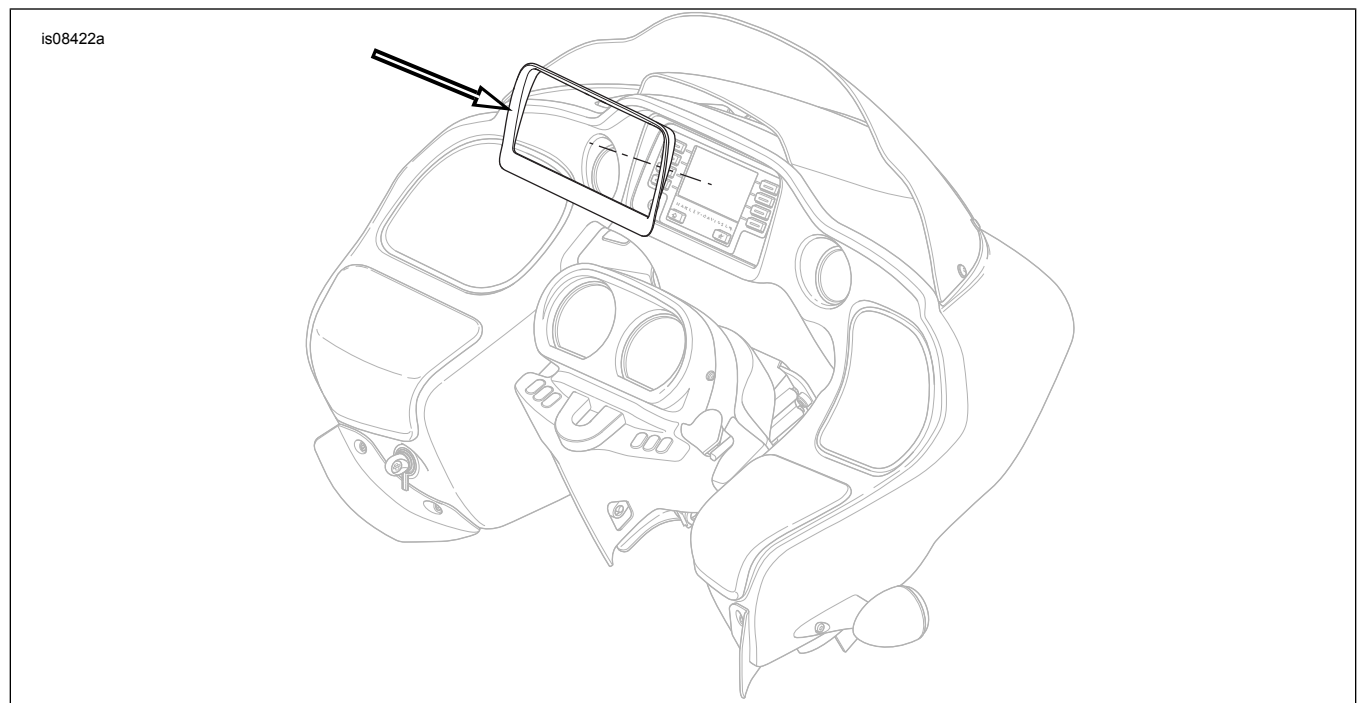

Figura 1. Bisel de la radio
Vea la Figura 1.
2. Vea la Figura 1. Con el respaldo adhesivo aún en su lugar, pruebe el ajuste del bisel de la radio en la ubicación de montaje en el fuselaje interior.